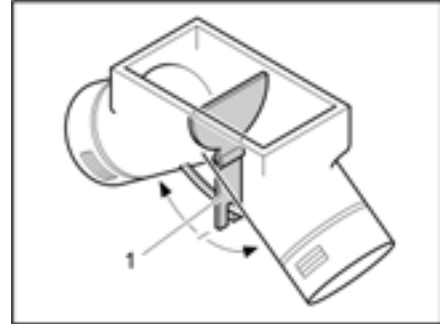

Bild 109 Umluftgebläse, Einstellklappe in Mittelstellung
In Mittelstellung verteilt sich die Warmluft gleichmäßig auf die beiden Warmluftausgänge. Der Bedienelement (Bild 109,1) für die Einstellklappe ist unter der Bodenklappe im Kleiderschrank eingebaut.
- Bedienelement (Bild 109,1) in Pfeilrichtung schieben, bis gewünschte Position erreicht ist.